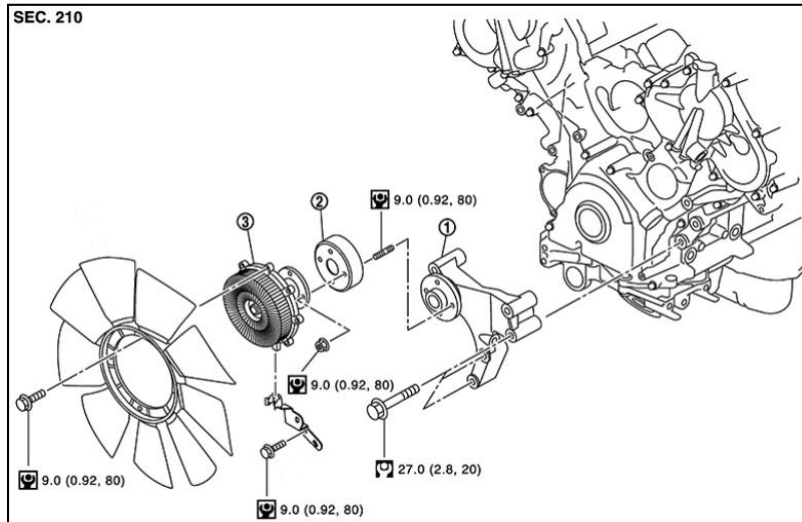

Figure 3
14. Remove the fan bracket (1), fan pulley (2) and the fan coupler (3), shown in Figure 3.